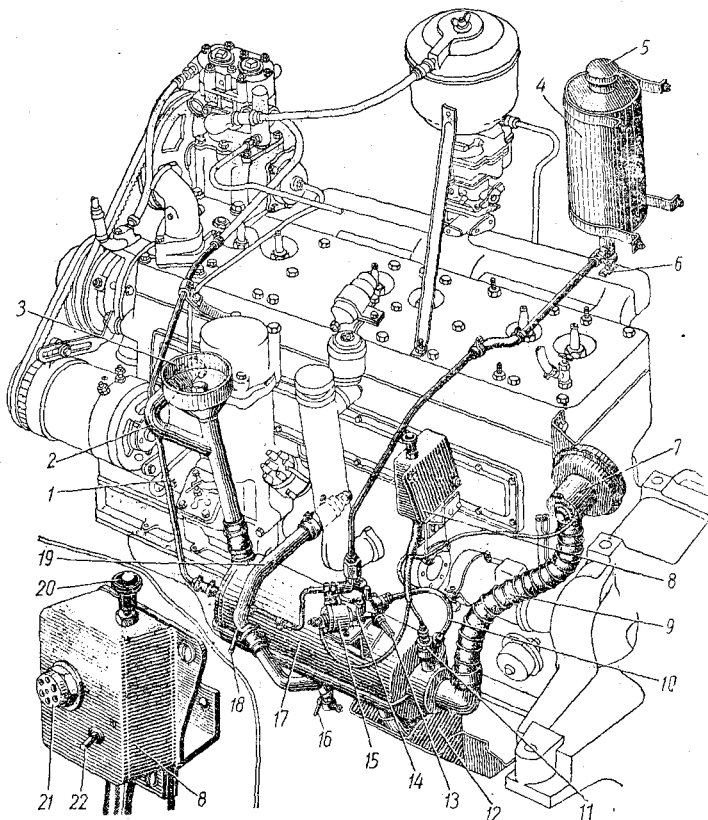

Рис. 36. Установка подогревателя:
Подогреватель устанавливают на двигателе с левой стороны, под капотом (рис. 36).
5. Открыть кран 6 (см. рис. 36).